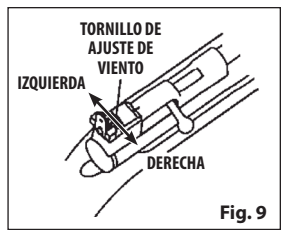

Fig. 9
- Se puede ajustar la mira trasera para tirar a la derecha o izquierda (compensación de viento). Afloje el tornillo de compensación de viento girándolo en sentido contrario al de las manecillas del reloj. Mueva la mira hacia la derecha para que el diábolo golpee más a la derecha en el blanco. Luego, apriete el tornillo de ajuste de compensación de viento girándolo en el sentido de las manecillas del reloj. (Fig. 9)
3. Con el cerrojo en posición abierta, introduzca una baqueta por el extremo de la boca del cañón y empuje suavemente el perdigón atascado hasta el puerto de carga de perdigones (parte delantera del cerrojo) (Fig. 9)